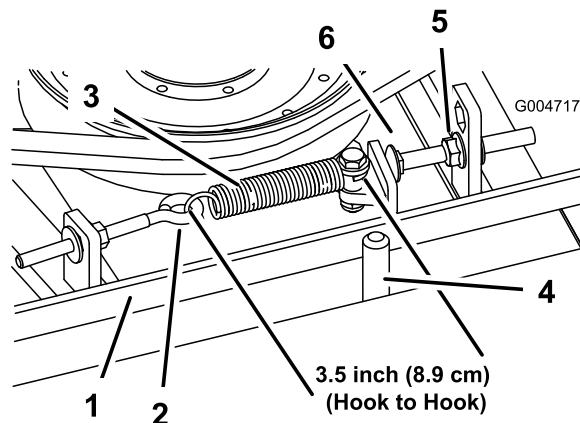

Figura 65
Quando la tensione è corretta, la molla di prolunga (da gancio a gancio) deve essere lunga circa $89 \text{ mm} \pm 6 \text{ mm}$ (misura interna). Quando la tensione della molla è giusta, regolate il bullone di arresto (bullone a testa tonda) fino ad ottenere un gioco di $3 \text{ mm} + 1,5/-0 \text{ mm}$ tra la testa del bullone ed il braccio di rinvio (Figura 65).
Nota: Verificate che la cinghia si trovi dal lato molla del guidacinghia (Figura 65).
2. Allentate il bullone ad occhio per consentire la rimozione della molla di prolunga (Figura 65).
3. Allentate il dado flangiato che fissa il bullone di arresto alla linguetta di montaggio. Allentate il dado quanto basta per consentire al braccio di rinvio di oltrepassare il bullone di arresto (Figura 65). Allontanate la puleggia tendicinghia dalla cinghia in modo da allentare la tensione della cinghia.
8. Ricollegate la molla di prolunga (Figura 65) al bullone ad occhio e tendete la cinghia come segue: